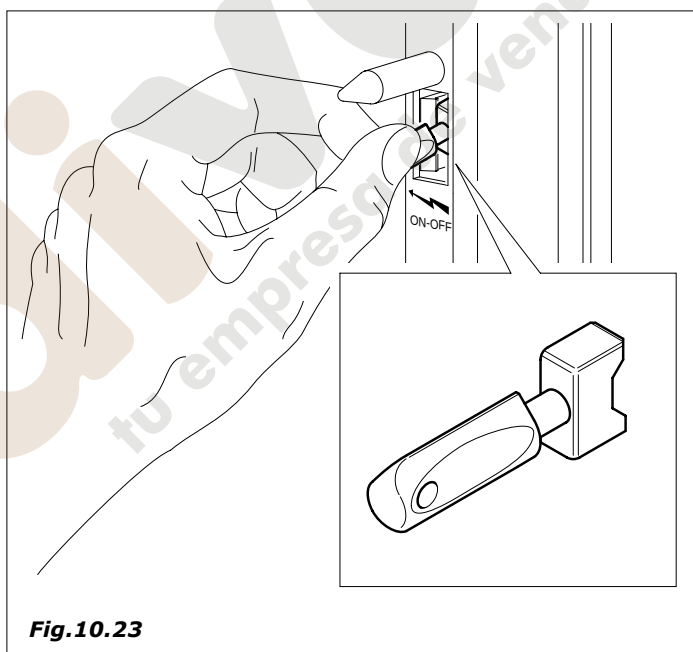

Fig.10.23
- introducir la llave en el interruptor de puerta (Fig.10.23)